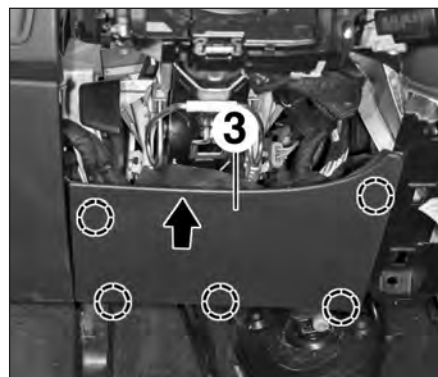

FIG.7
- la garniture inférieure (3) de la planche de bord dans le sens de la flèche (Fig.7),